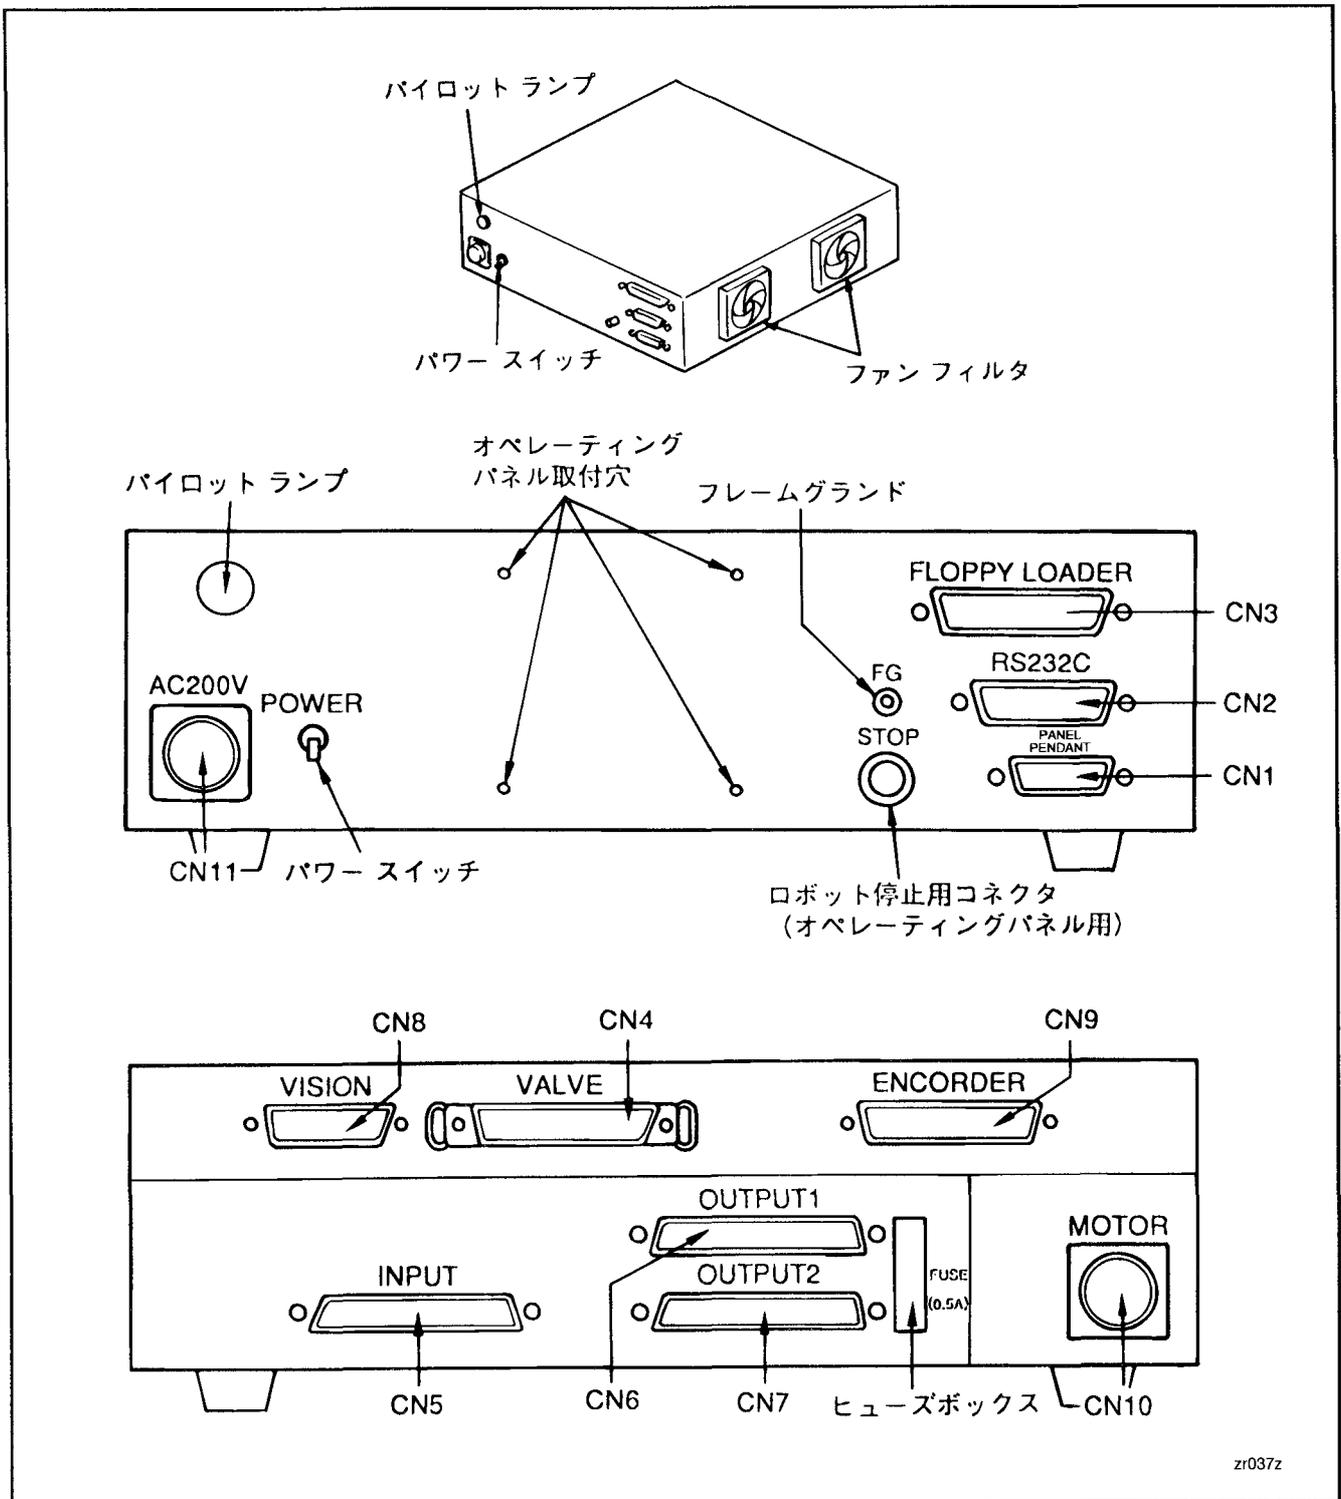

図1-3 コントローラ各部の名称
1.3 コントローラ各部の名称 コントローラ各部の名称を図1-3および表1-4に示します。